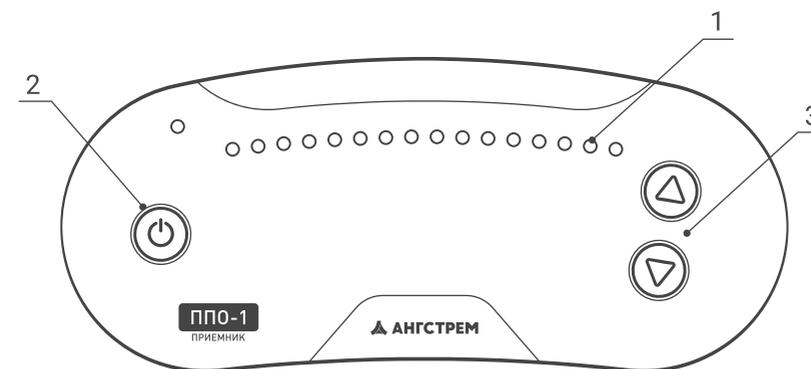

Рисунок 1 – Передняя панель приемника ППО-1
1. Индикатор – шкала из 16 светодиодов (Рис. 1). Назначение индикатора визуальный контроль уровня усиления, уровня принимаемого сигнала, направления вектора сигнала, уровня заряда аккумуляторной батареи (АБ) – в зависимости от выполняемой функции.
2. Кнопка  включения/выключения питания приемника (Рис. 1). *Включение* – нажатие кнопки в течение более 2,5 сек. В течение этого времени шкала заполняется последовательно загорающимися, начиная с крайнего левого разряда, зелеными светодиодами. После заполнения всех разрядов шкалы светодиоды гаснут и в крайнем правом разряде загорается желтый светодиод, индицирующий включенное состояние приемника. *Выключение* – нажатие кнопки в течение более 2,5 сек. По истечении этого времени во всех разрядах шкалы загораются красные светодиоды, последовательно гаснущие, начиная с крайнего правого разряда шкалы, до погасания всех светодиодов.